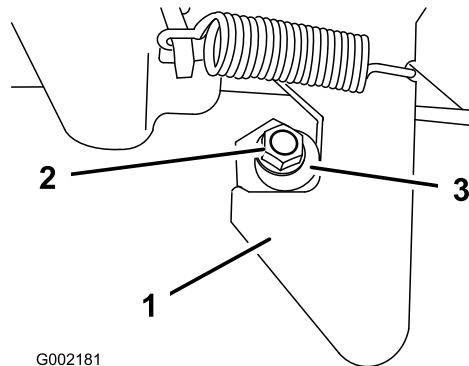

Figura 29
1. Desaperte a porca no perno do trinco (Figura 29).
2. Rode o perno no sentido dos ponteiros do relógio até o encostar ao trinco e aperte a porca (Figura 29).
1. Para abrir os trincos traseiros, levante os respectivos manípulos (Figura 29). Os trincos deslocam-se automaticamente para o centro da porta traseira. Faça a porta traseira descer lentamente.